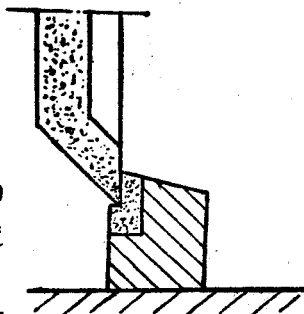

图 17
1. 車刀断屑台，用碳化硅杯形砂輪的端面来磨（見图17）。砂輪粒度是80、硬度是CM、直径不超过150公厘。